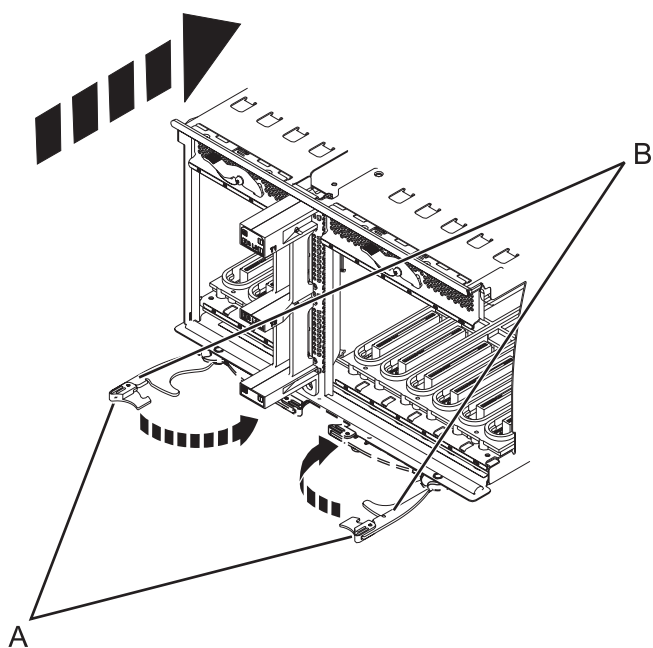

Figure 61. Installation de la carte mère d'entrée-sortie sur un modèle monté en armoire
8. Insérez la carte mère d'entrée-sortie fermement dans le serveur, comme indiqué dans la figure 61, à la page 80.
9. Fixez la carte mère d'entrée-sortie avec les languettes de verrouillage (A), comme indiqué dans la figure 61, à la page 80.